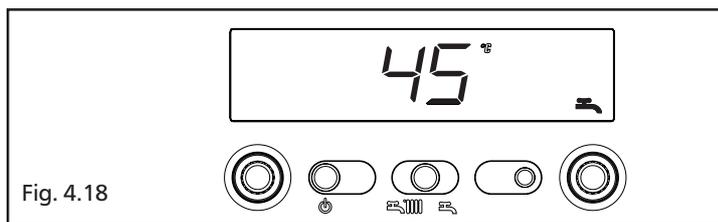

Fig. 4.18
**Info 4** visualizza la temperatura settata (solo bollitore con sonda, fig. 4.18).